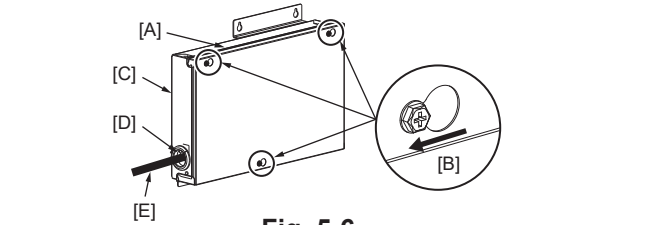

Fig. 5-6
- (1) Desserrez les trois vis de fixation du couvercle, puis faites glisser le couvercle. (Fig. 5-6)